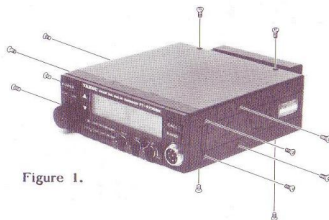

Figure 1.
- (1) Se desconecta el cable de alimentación, DC, y fijándonos en la Fig 1, se retiran los seis tornillos que sujetan la tapa del aparato, a fin de instalar el FTS-8 para la banda de 2 m. Si se vá a instalar el FTS-8 para la banda de 70 cm, se retiran los seis tornillos de la tapa inferior que constituye el fondo del aparato. En este caso se procurará no forzar los conductores del altavoz interno del aparato.